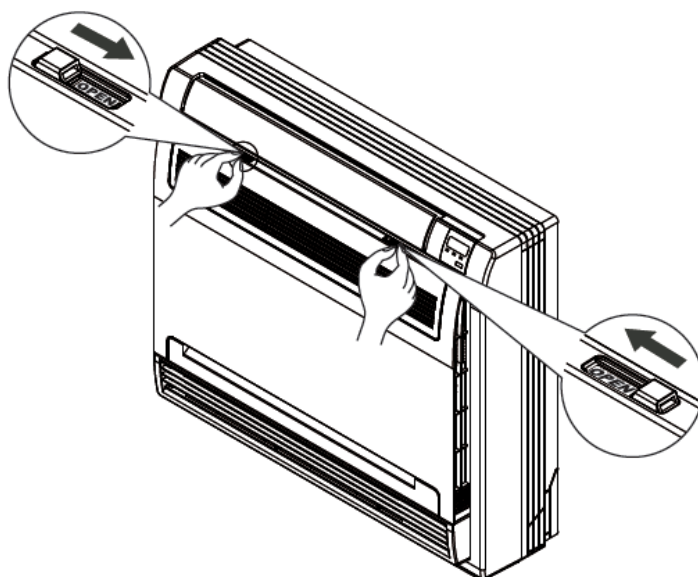

Fig.7-1
Modul de deschidere a panoului frontal (*Consultați Fig. 7-1*).
1. Deschideți panoul frontal. (Consultați Fig. 7-1)